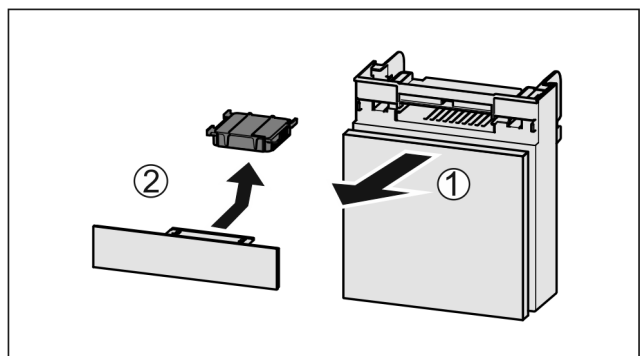

Fig. 72
- ▶ Extraiga Fig. 72 (1) el compartimento hacia adelante.
- ▶ Retire Fig. 72 (2) el filtro de carbón activado.